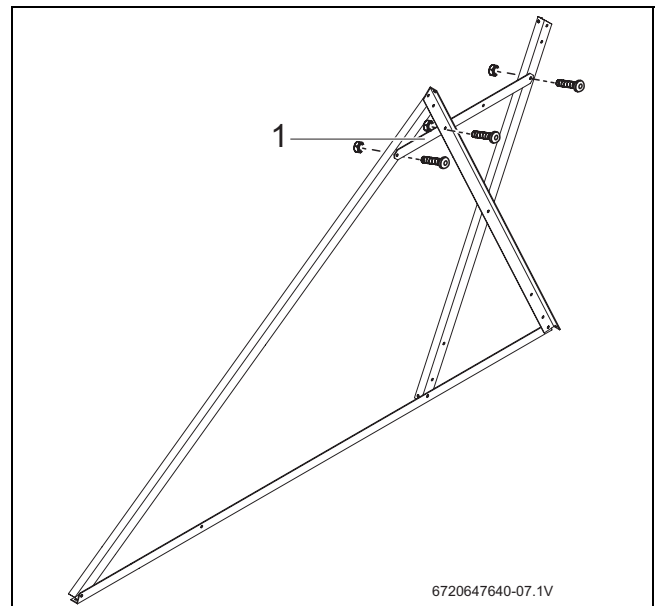

Fig. 13 Montar la barra transversal
- ▶ Atornillar la travesía (→ Fig. 13, [1]) a los dos perfiles de soporte acumulador y al perfil de soporte del captador.